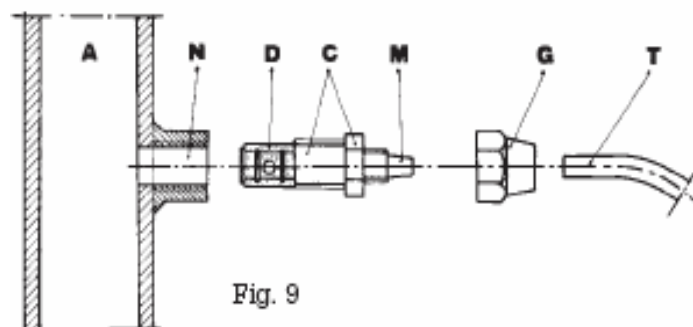

Fig. 9
- g) Selecteer de meest geschikte plaats voor de persaansluiting en monteer hier een aansluitnippel met 3/8" gas schroefdraad. Deze aansluitnippel wordt niet meegeleverd. Schroef de injectieklep in de aansluitnippel voorzien van een afdichtingring. (fig.9) Sluit hierna de persleiding aan op de conische leidingaansluiting van de injectieklep en klem deze vast met de wartel. De injectieklep dient tevens als terugslagklep(Viton).
N.B. De huls (D) mag niet worden verwijderd.
3.1 Injectieklep installatie schema fig.9